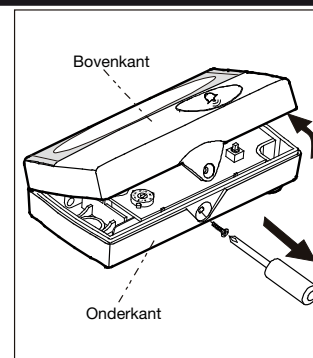

Fig. 1
1. Gebruik een kruiskopschroevendraaier om de bovenkant los te maken. Fig. 1.
2. Gebruik een kruiskopschroevendraaier om de bovenkant van de deurbelknop los te maken. Fig. 1.